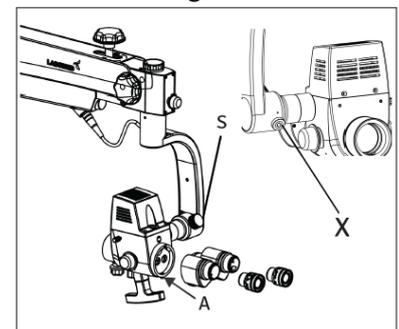

Fig. 40
- Retirez la tête d'observation (comme commandé) et les oculaires de la boîte. En vous référant à la fig. 40, desserrez la vis de serrage « A » à l'aide de la clé Allen de 2 mm (fournie) et serrez soigneusement la tête d'observation en position. Insérez les oculaires dans les deux tubes oculaires et réglez les deux dioptries à zéro.
- Le mécanisme de contrepois est fourni avec des vis hexagonales X pour régler la force avec une rotation dans le sens des aiguilles d'une montre/dans le sens inverse des aiguilles d'une montre sur le bras porteur pour prendre en charge les charges supplémentaires d'accessoires. (si fourni) au moment de l'installation Voir la Fig.40.